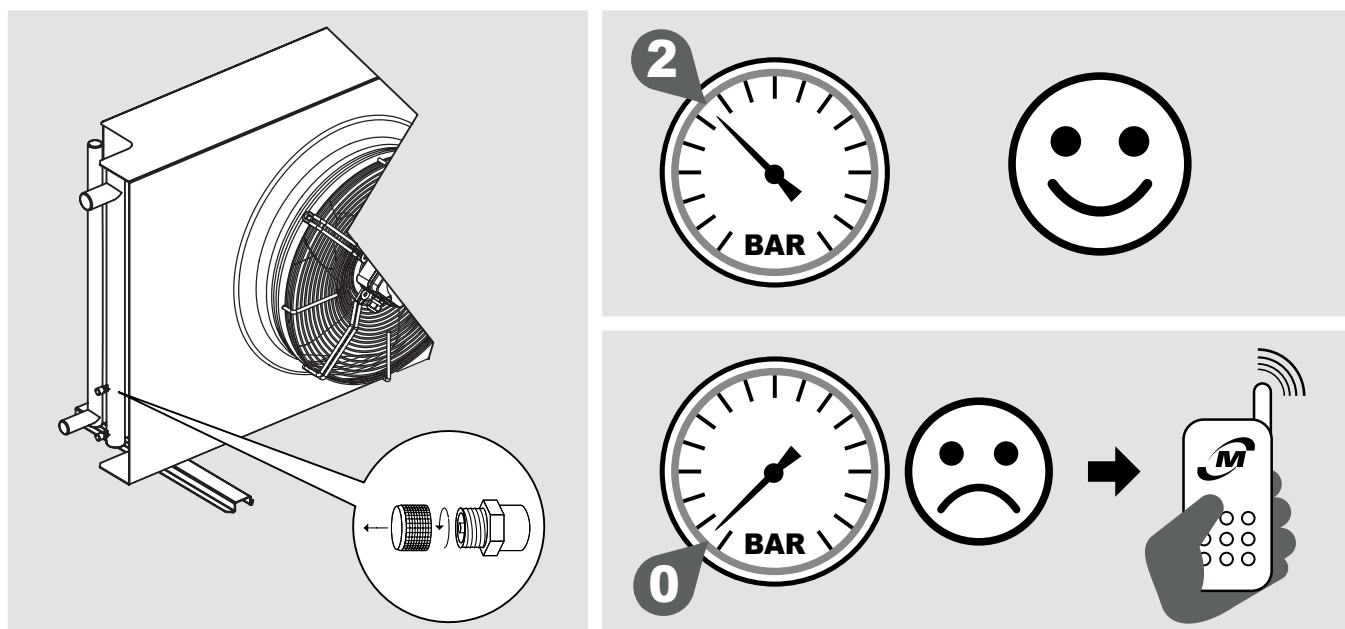

Abbildung 2
- 4.2 Die Verflüssiger und Gaskühler werden mit einer 2 bar Trockenluftvorspannung geliefert und haben 1/4" SAE Füllanschlüsse. Überprüfen Sie das Vorhandensein von Druck, liegt kein Druck vor, sofort Modine kontaktieren und das Problem auf dem Transportdokument vermerken. Mangelnder Druck deutet auf eine Leckage aufgrund einer Beschädigung während des Transports hin. Siehe Abbildung 2.